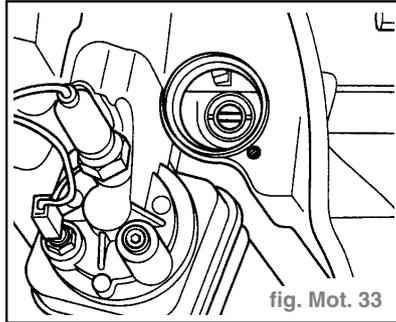

fig. Mot. 33
- Avant de reposer l'allumeur, placer le tenon de fixation de la pompe à huile parallèlement au vilebrequin. (fig. Mot. 33)